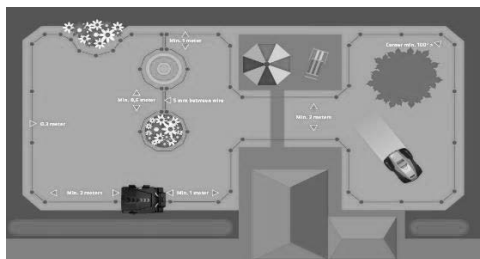

Figura 1
- Ne faites pas de coins perpendiculaires (90°). Les coins doivent être au moins à 100° (figura 1 – page 61) ;